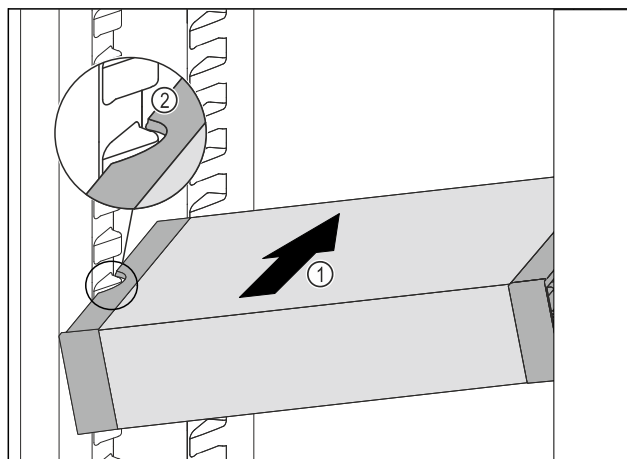

Fig. 99
- ▶ Împingeți VarioSafe oblic în frigider Fig. 99 (1), până când degajările laterale Fig. 99 (2) ale VarioSafese află la înălțimea nervurii recipientului din frigider.